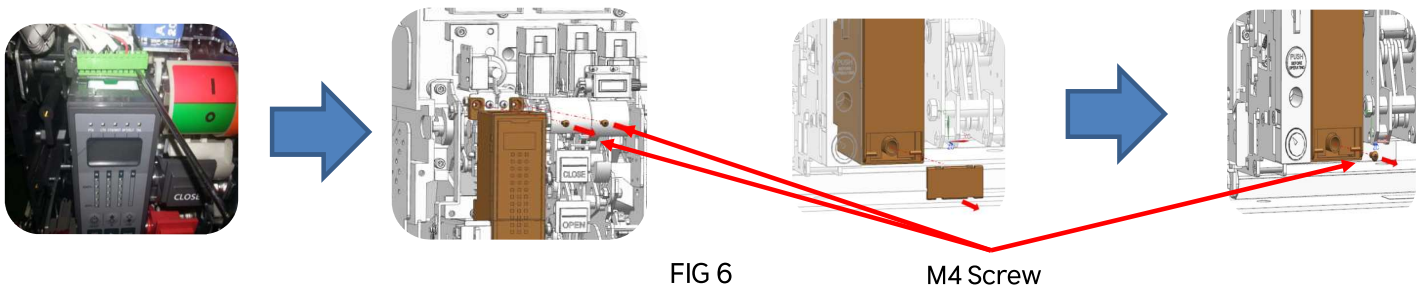

FIG 6
*OCR 분리 [FIG 6] / *Remove OCR [FIG 6]